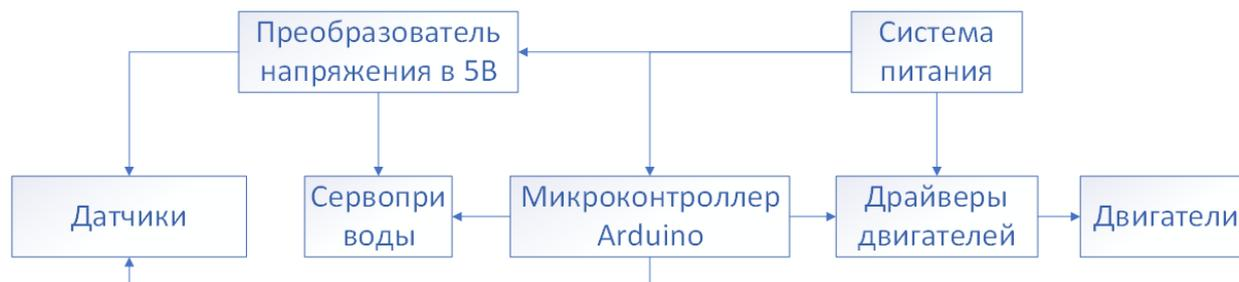

Рис.6. Схема шасси тележки
13. Костя создал шасси тележки по схеме на рис. 6. В шасси использовано: два двигателя, два драйвера двигателя, один сервопривод, 6 датчиков, один преобразователь напряжения.